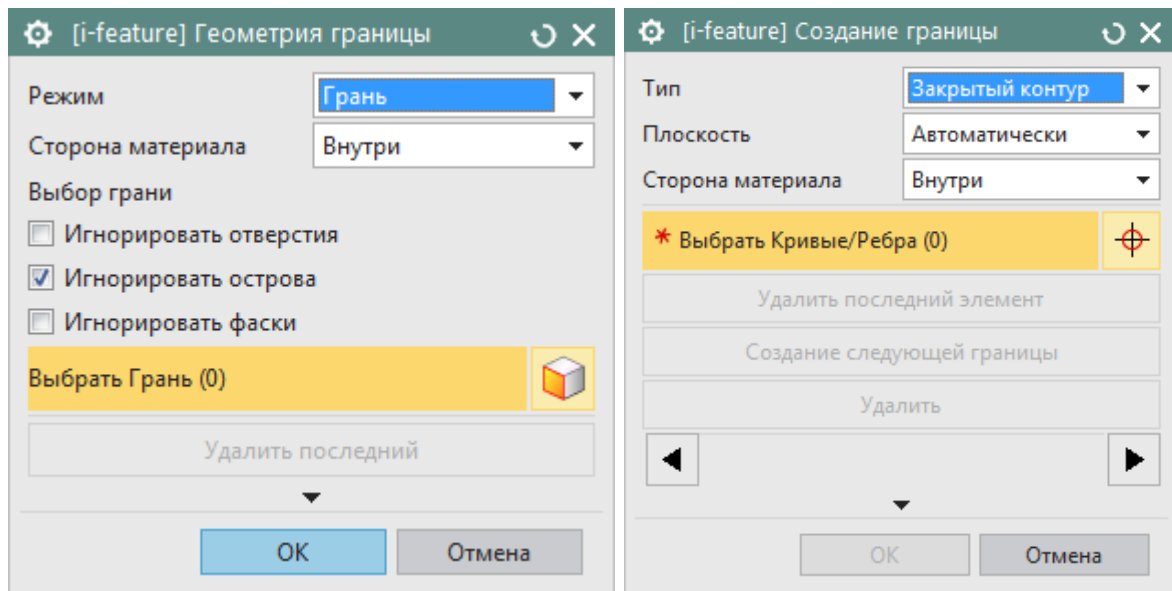

Рис. 3.4. Окна «Геометрия границы» и «Создание границы»
- окна «Геометрия границы» и «Создание границы» для установки и редактирования обрабатываемой геометрии (Рис. 3.4).